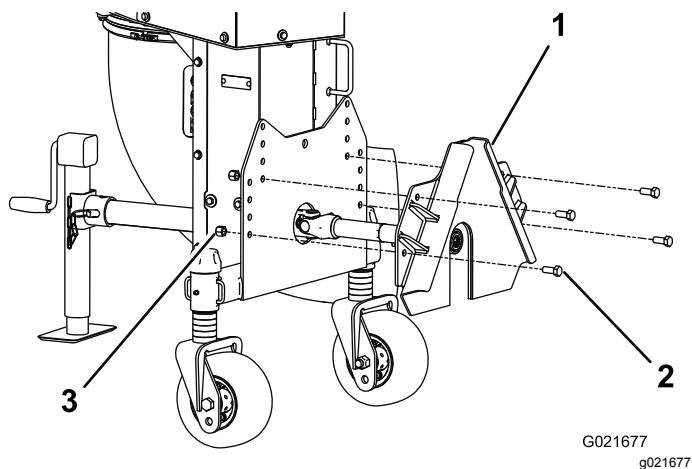

図 11
2. 取り付けプレートをブロアのフレームに固定するボルト½ x 1¼" 4 本とロックナット½" 4 個を使用する 図 11。